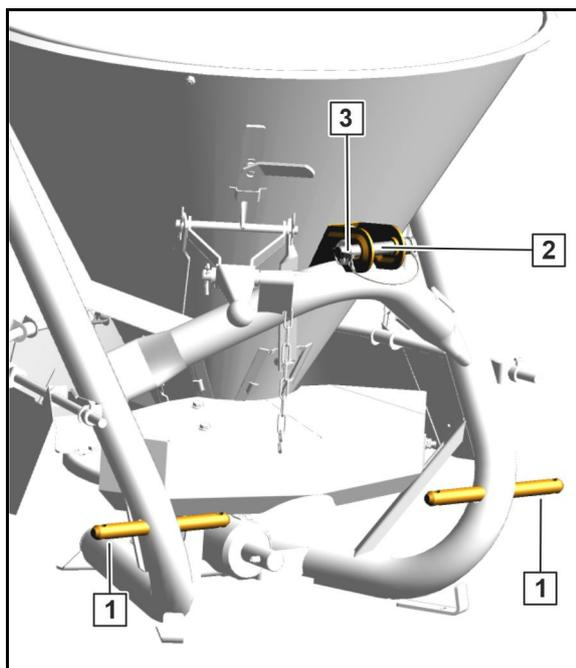

Fig. 21
- Die Unterlenker des Traktors auf die Unterlenkerbolzen (Kat I) (Fig. 21/1) aufstecken und mit Klappstecker sichern.
- Den Oberlenker des Traktors mittels Oberlenkerbolzen (Fig. 21/2) an den oberen Kupplungspunkt der Maschine anbauen und mit Klappstecker (Fig. 21/3) sichern.